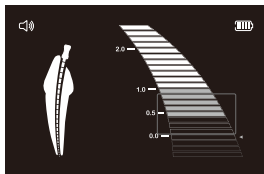

図9
- c) 電源を入れた後、表示バーが目盛0.5から±バー3本分の範囲を示していれば、本機は正常に作動しています (図9)。表示バーがこの範囲外にある場合は正確に測定できませんので、販売代理店に連絡してください。